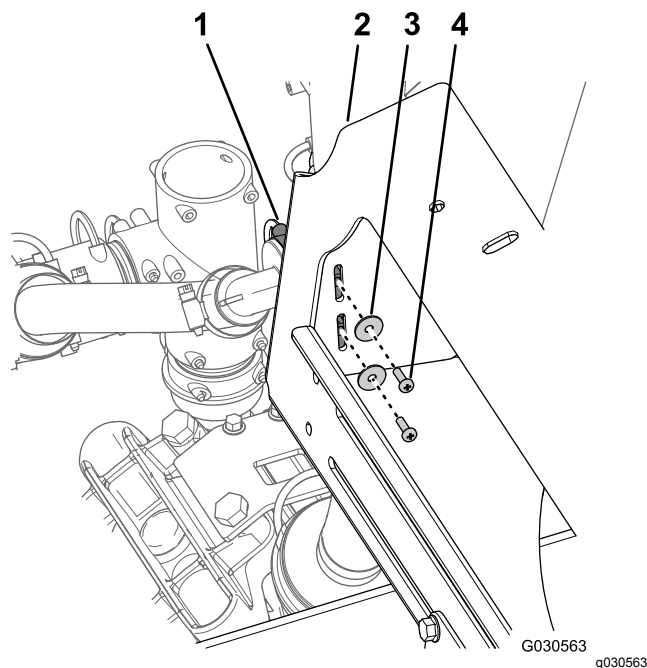

Figure 97
1. Retirez les 2 vis à tête tronconique (n° 10 x 5/8") et les 2 rondelles (n° 10) qui fixent le raccord en T au côté gauche du support de collecteur (Figure 97).